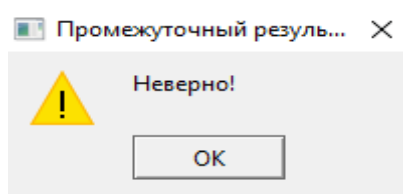
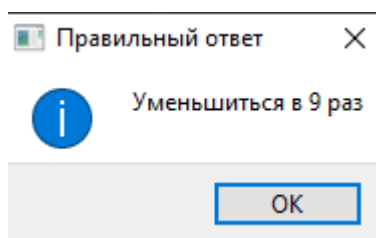
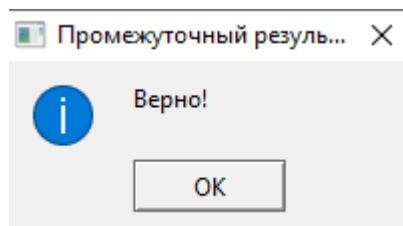

Рисунок 2.11 – Окно с предупреждением о том, что на вопрос был дан неправильный ответ
Рисунок 2.12– Окно с правильным ответом на поставленный вопрос
Рисунок 2.13 – Окно с удачным промежуточным результатом тестирования
При прохождении теста может быть выбран неправильный ответ. При данных обстоятельствах будет выведено соответствующее предупреждение (рис. 2.11).
При неправильном ответе на поставленный вопрос система выведет правильный ответ (рис. 2.12).
Если же на вопрос был дан верный ответ система выведет сообщение об удачном промежуточном результате (рис. 2.13).
5. Убедиться, что выведется окно с сообщением об удачном промежуточном результате (см. рис. 2.13) либо окно с предупреждением о неверном ответе (см. рис. 2.11), а затем правильный ответ на неправильно отвеченный вопрос (см. рис. 2.12).